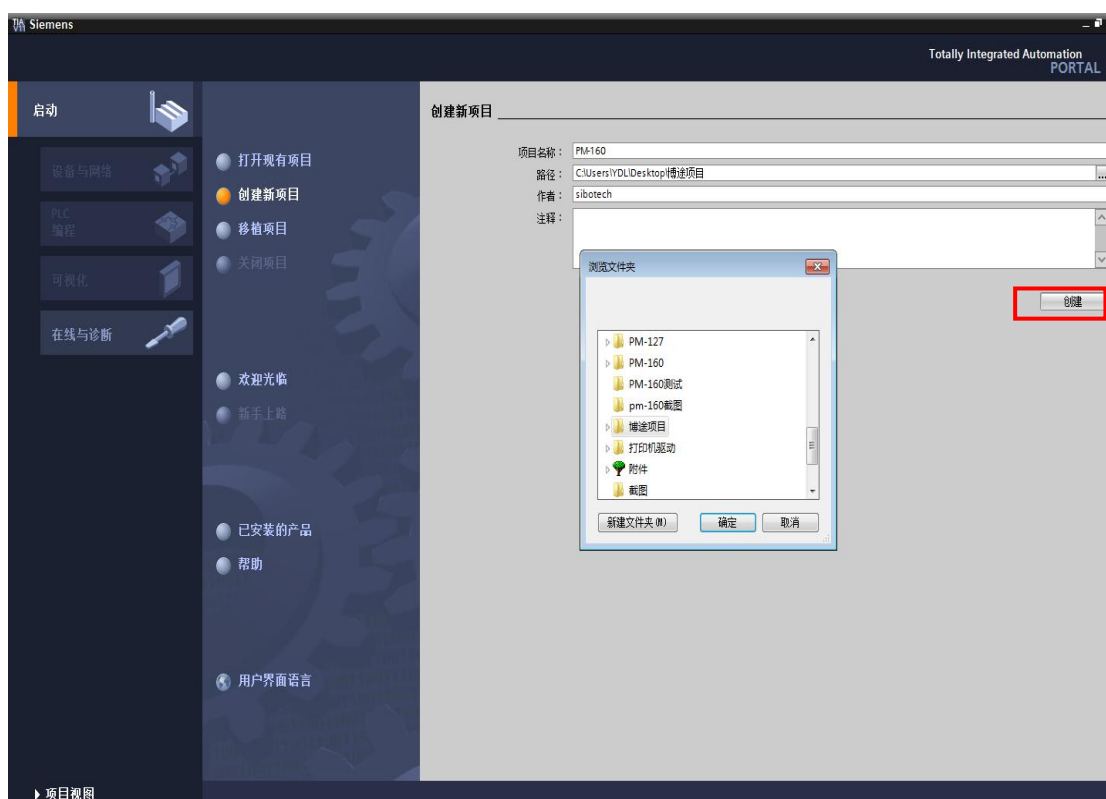

图 1 创建新项目
- 1.1 双击图标  打开 TIA Portal 软件，进入软件后，点击左侧“创建新项目”，可以设置项目名称，保存路径等信息，然后点击“创建”，如图 1 所示：